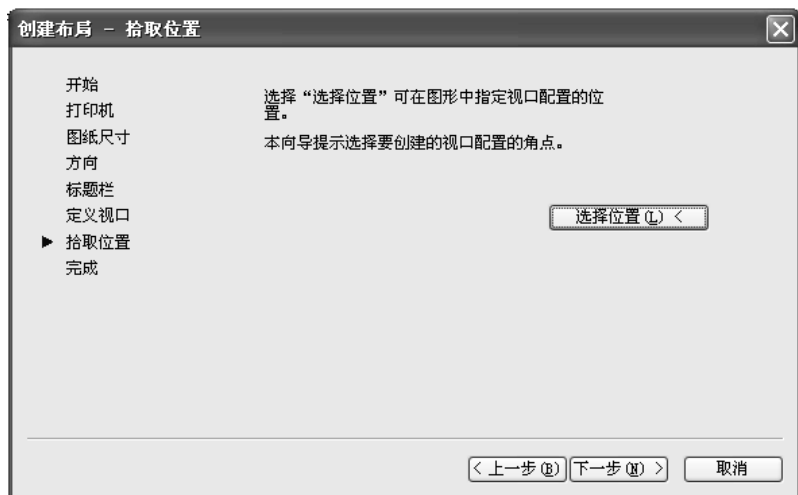

图 8-21 “创建布局-拾取位置”对话框
(8) 单击 **下一步(N) >** 按钮, 弹出“创建布局-拾取位置”对话框, 如图 8-21 所示, 单击 **选择位置(L) <** 按钮, 切换到绘图窗口, 通过指定两对角点确定合适的视口大小和位置。